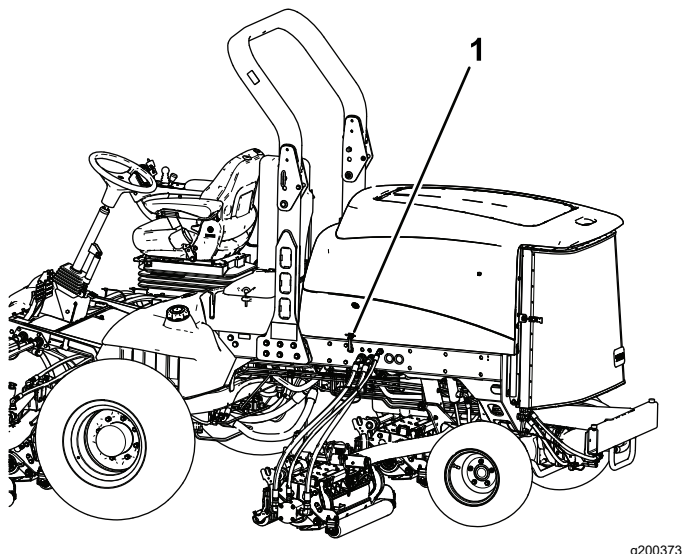

Рисунок 34
2. Разблокируйте защелки капота и откройте капот (Рисунок 34).